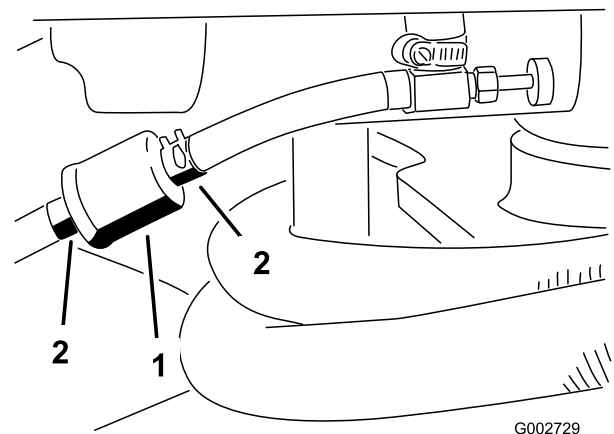

Bild 28
1. Schließen Sie den Kraftstoffhahn, lockern die Schlauchklemme an der Vergaserseite des Filters und ziehen die Kraftstoffleitung vom Filter ab (Bild 28).